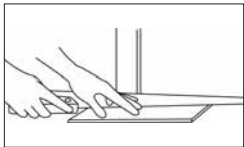

Figure 5
- Découper les montants et chambranles des portes. Déposer les bases, moulures et seuils de porte; on peut reposer ces pièces après la pose du plancher. Les montants et chambranles doivent être découpés pour éviter les découpes difficiles (Figure 5).